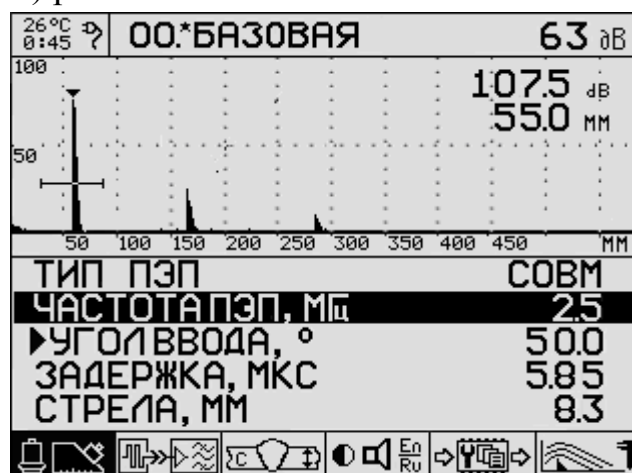

Рисунок 5.1 – Режимы работы дефектоскопа
5.1.1 Включите дефектоскоп. Если дефектоскоп находится в режиме измерений (в верхней части экрана дефектоскопа индицируется одно из значений режима измерений: «ПОИСК», «ОБЗОР», «ЛУПА», «В-СКАН»), то нажатием  **MENU** войдите в режим МЕНЮ (Рисунок 5.1 – Б).